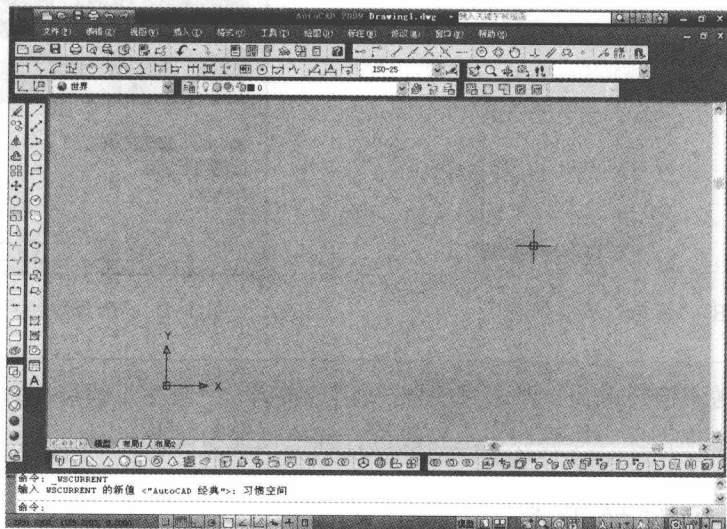

图 1-5 灰色背景效果图
将绘图窗口的背景颜色从系统默认颜色修改为灰色，结果如图 1-5 所示。
(6) 在颜色索引项目中选择颜色值为“8”的灰色，然后单击“应用并关闭”按钮，此时绘图窗口背景色就变成了灰色，结果如图 1-5 所示。